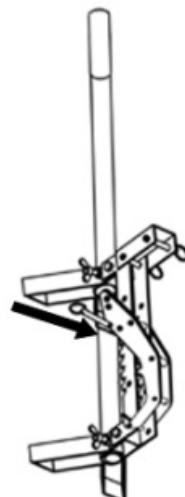

Figure 19
3. Ensuite, verrouillez l'assemblage du crochet à l'assemblage du support à l'aide de la goupille de dégagement rapide (9,5 x 68 mm). rapide (9,5x68mm). Comme indiqué sur la figure 19.
REMARQUE : Le crochet doit être verrouillé dans le deuxième trou (celui sur lequel pointe la goupille dans la Figure 19) du panneau.